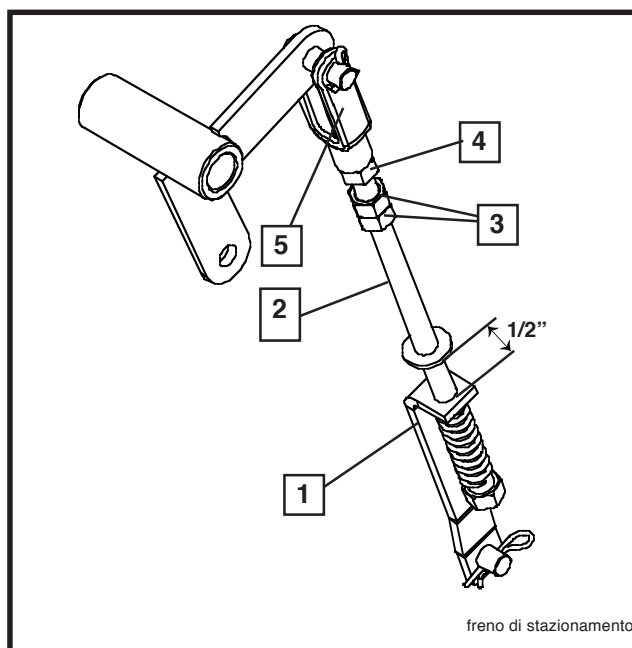

FIGURA 21
- In caso contrario, allentare il dado contro la forcella e girare il tirante secondario per mezzo dei doppi dadi fino ad ottenere un gioco di 1/2" su entrambi i lati. Vedere Figura 21.